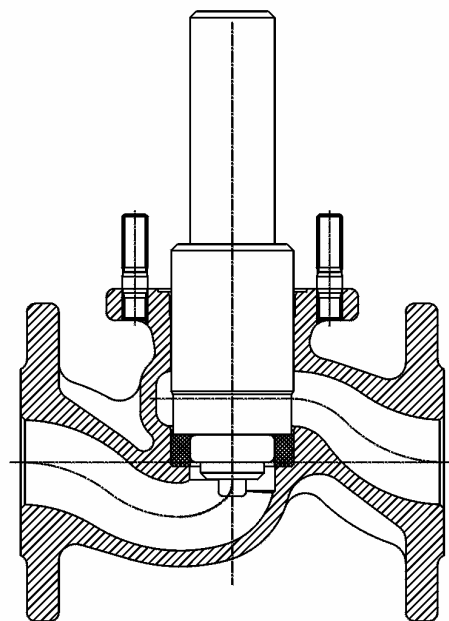

Bild 4
- Montage des unteren Ventilringes mittels KX-GT Montagewerkzeug (siehe Bild4 *))